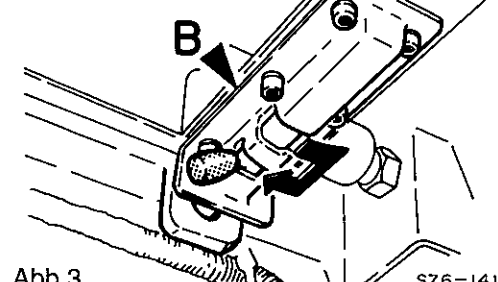

Abb.3
3. Befestigen Sie das Fenster mit der Sperre "B" sicher am Dach (siehe Abb.3).